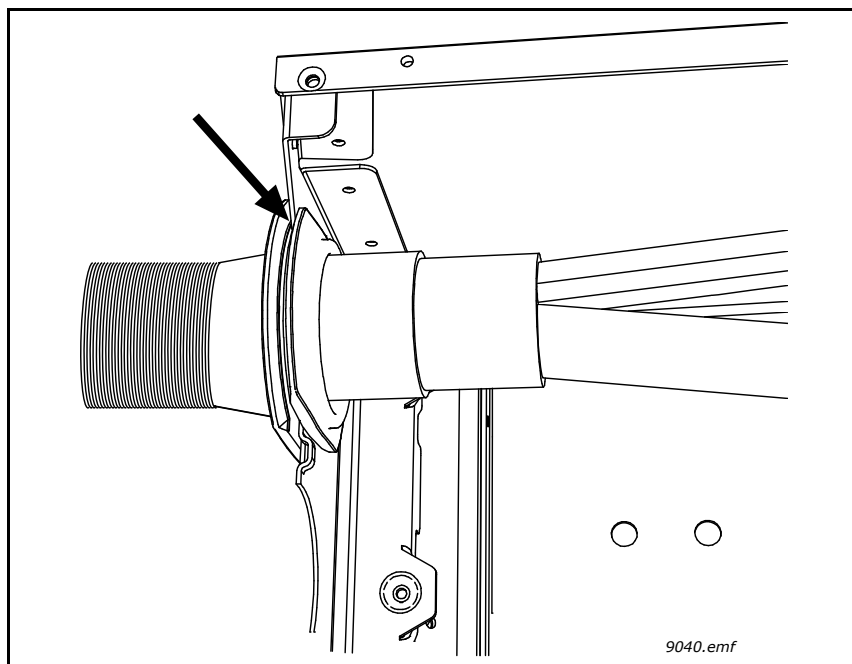

Рис. 43. Установка втулки
**8** Поместите втулку с кабелем таким образом, чтобы торцевая плата корпуса вошла в канавку на втулке (см. Рис. 43).